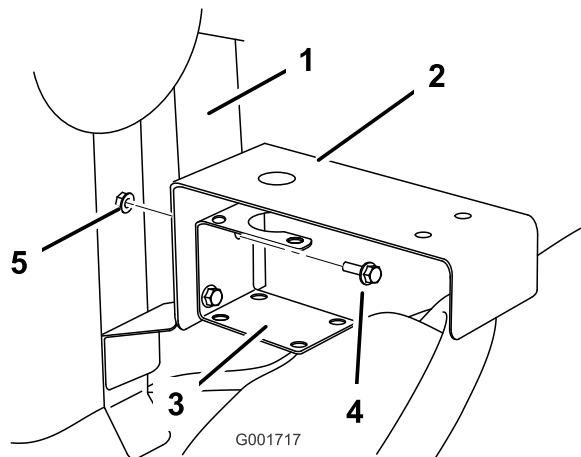

Figura 11
7. Instale el soporte de la válvula de control entre el soporte del acoplamiento en T de alimentación y el soporte de montaje (Figura 11) usando los herrajes retirados anteriormente.